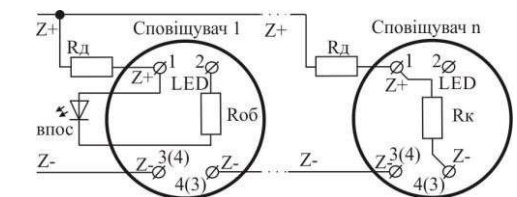

Рисунок 4.3 - Підключення ВПОС або світлодіода
4.4 Якщо за проектом використовують ВПОС з живленням від ШС, то його мінусовий контакт через резистор R_{об} з'єднують з гвинтовою клемою з маркуванням «**2**» (**LED**), а плюсовий – гвинтовою клемою з маркуванням «**1**» (**Z+**) (Рис. 4.3, номінал R_{об} залежить від типу ВПОС і його робочого струму, а також чи використовується R_d, сума R_d та R_{об} має бути не менше 3 кОм). Рекомендується використовувати ВПОС виробництва ТОВ «Тірас-12», підключивши його через резистор R_{об} з опором не менше 3 кОм. Допускається використовувати інший пристрій індикації з малим струмом споживання (близько 2 мА). ВПОС дублює основний індикатор в режимах пожежі та несправності.